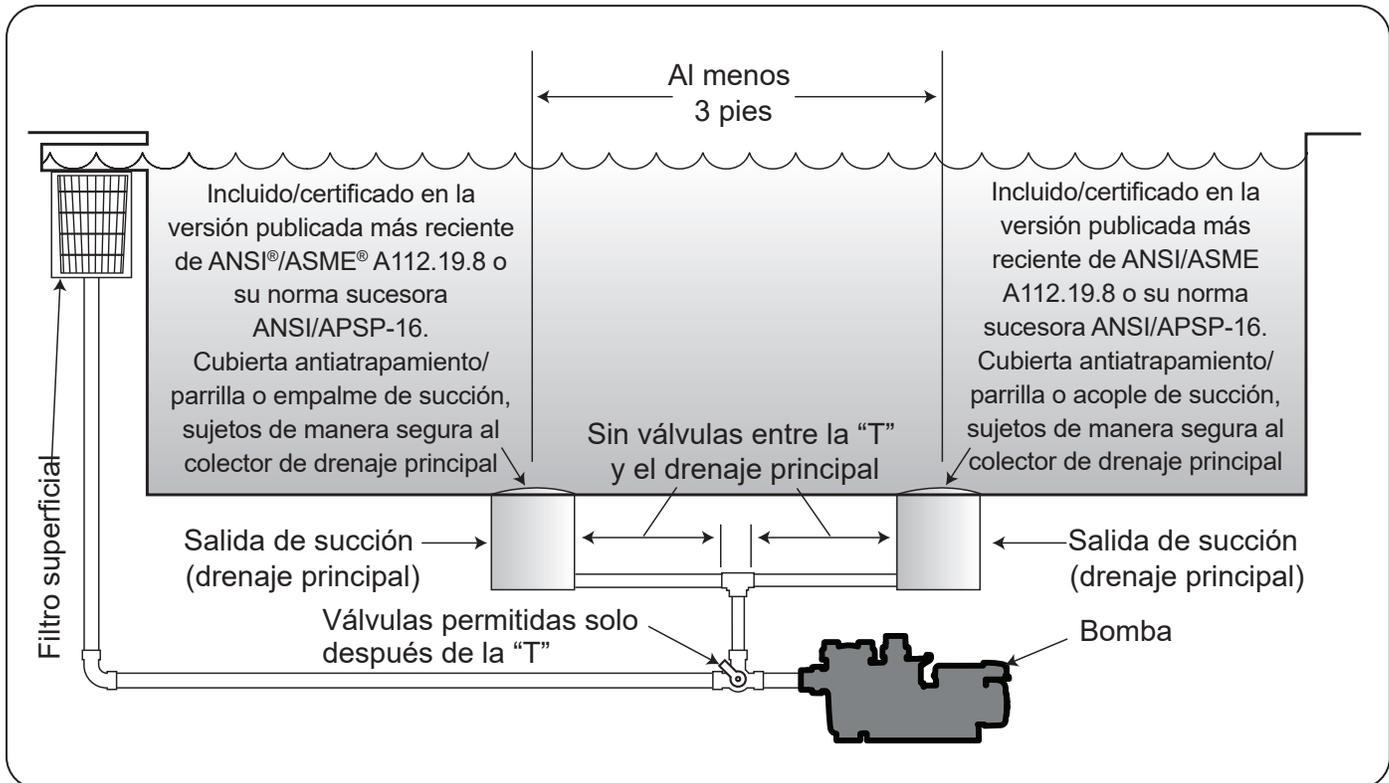

Figura 1. Cantidad de salidas de succión por bomba
**Cantidad de salidas de succión por bomba:** proporcione al menos dos (2) drenajes principales balanceados hidráulicamente con cubiertas, como salidas de succión para cada línea de succión de la bomba de circulación. Los centros de los drenajes principales (salidas de succión) de cualquier línea de succión individual deben estar al menos a tres (3) pies de distancia de centro a centro. Consulte la Figura 1.
El sistema **debe** construirse para incluir al menos dos (2) salidas (drenajes) de succión conectadas a la bomba siempre que la bomba esté en funcionamiento. Sin embargo, si dos (2) drenajes principales van a una única línea de succión, la única línea de succión puede estar equipada con una válvula que apague ambos drenajes principales desde la bomba. El sistema se construirá de tal modo que no permita el cierre o el aislamiento separado independiente de cada drenaje. Consulte la Figura 1.